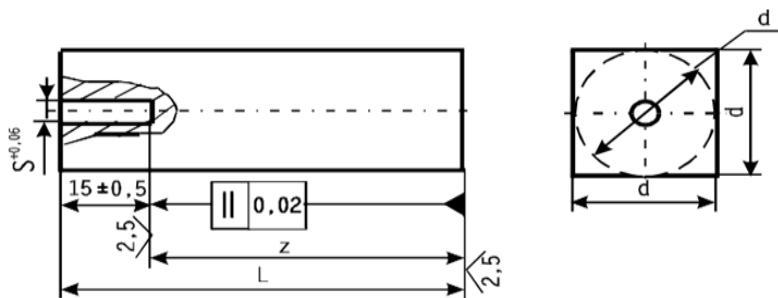

Рисунок 3.13 – СОП для определения мертвых зон
3.7.2 Размер мертвых зон можно определить с помощью СОПов с плоскодонными отверстиями (рис. 3.13) или же по АРД-диаграмме. В первом случае размером мертвых зон считается минимальная глубина расположения отражателя в СОПе, при которой амплитуда эхосигнала от отражателя не менее, чем на 6 (12) дБ превышает уровень шумов. Во втором – х-координата точки пересечения линии, отстоящей на 6 (12) дБ вниз от линии АРД, соответствующей уровню фиксации (соответственно, браковочному уровню), с уровнем шумов. Здесь превышение на 6 или 12 дБ зависит
3.7.3 Для определения мертвых зон по образцам необходимо иметь набор СОПов (рис. 3.13) с одинаковыми плоскодонными отверстиями, расположенными на глубинах $z = 3, 5, 7, 10, 15, 20, 30$ мм. Последовательно прикладывая ПЭП к образцам, необходимо следить за тем, чтобы амплитуда эхосигнала от плоскодонного отверстия превышала уровень шумов на 12 дБ, если размер плоскодонных отверстий соответствует браковочному уровню, или же на 6 дБ, если размер плоскодонных отверстий соответствует уровню фиксации. Минимальная глубина z , при которой выполнено это условие, и будет размером мертвых зон ПЭП.